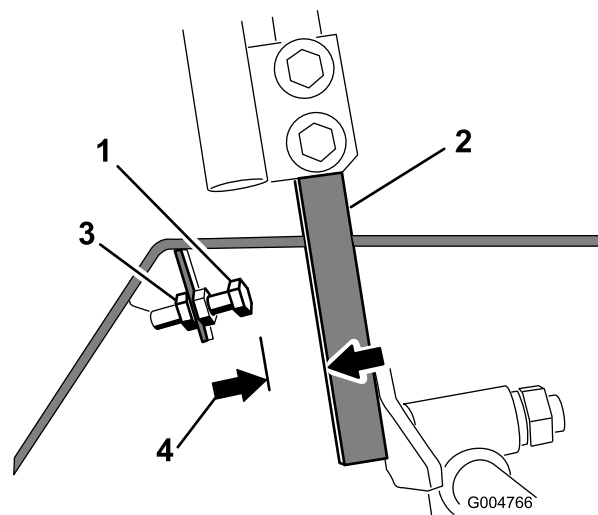

Figura 54
4. Afloje la contratuerca del perno de tope de una palanca de control (Figura 54).